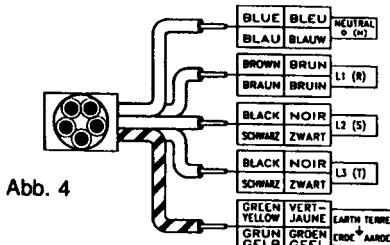

Abb. 4
- Die übrigen Drähte (braun und schwarz) müssen an die Klemmen mit den Bezeichnungen L1, L2 und L3 oder R, S und T angeschlossen werden (siehe Abb.4).